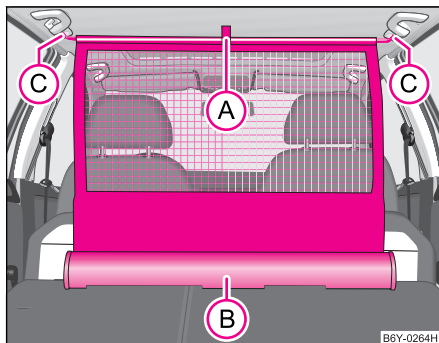

Abb. 63 Netztrennwand ausrollen
- Ziehen Sie die Netztrennwand an der Lasche (A) aus dem Gehäuse (B) ⇒ Abb. 63.
- Setzen Sie die Querstange in die Aufnahme (C) erst auf der einen Seite und drücken die Querstange nach vorn.
- Auf gleiche Weise befestigen Sie die Querstange an der anderen Fahrzeugseite, Aufnahme (C).